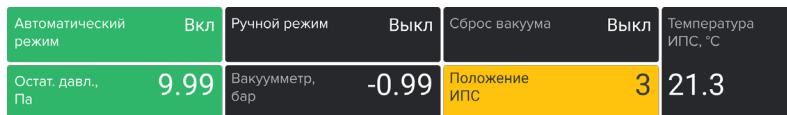

Рис. 11 – Окно показаний получаемых от МПА
9.6.1 Полное окно отображающее режим работы МПА представлено на Рис. 11.